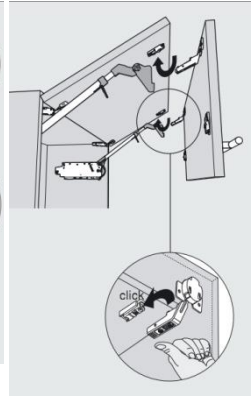

рис. 3
3. Установить на дверке держатели фасада промежуточные петли на шурупы (рис. 3).
3. Для оптимальной боковой стабильности к силовому механизму крепиться поперечный стабилизатор (рис. 3).